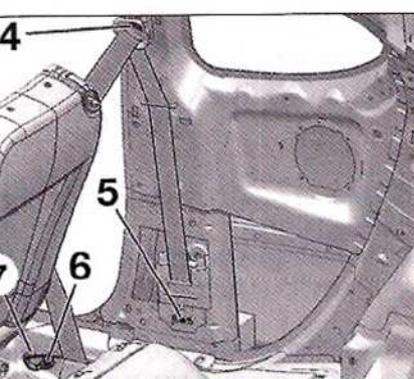

FIG. 16
...os tornillos (4), (5) y (6) (Fig.16).